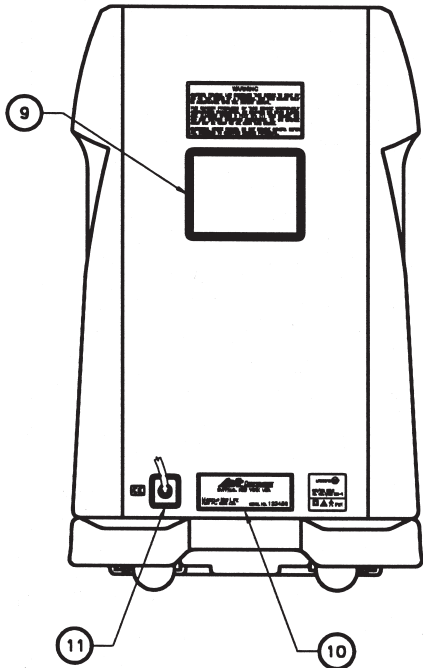

Fig. I.2
I. 2. Bagpanel (Fig. I. 2) .....	2-DA
### 1. 2. Bagpanel (Fig. I. 2)